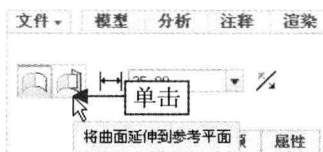

图 10-19 单击相应按钮
Step 02 在“功能区”选项板的“模型”选项卡中,单击“编辑”面板中的“延伸”按钮,弹出“延伸”选项卡,单击“将曲面延伸到参考平面”按钮,如图 10-19 所示。